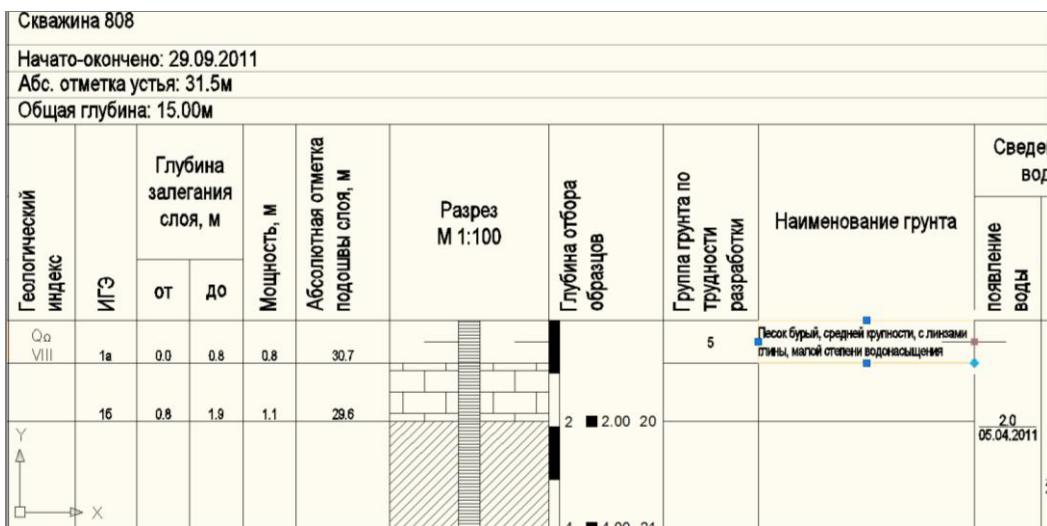

Рис. 91. Изменить размеры ячеек таблицы можно перетягиванием ручек редактирования.
- Чтобы изменить размер строки нужно выделить ячейку с помощью щелчка мыши по ее внутренней части и потянуть за правую ручку редактирования, увеличивая ширину столбца. В результате этой операции текст ячейки будет разбит на меньшее количество строк и высота строки автоматически становится равной мощности слоя ИГЭ 1a (см. Рис. 91).